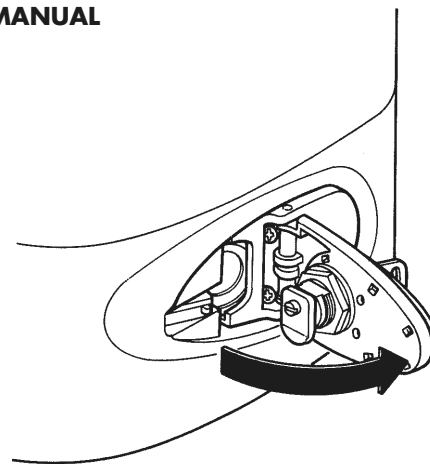

FIG. 3
3) Tirare a sé la maniglia agendo dapprima sulla chiave stessa fino a portarla perpendicolare al ROBO (Fig. 3).
3) Pull out the handle via the key until it is perpendicular to the ROBO (Fig. 3).
3) Tirer vers soi la poignée en agissant d'abord sur la clé proprement dite de manière à la placer perpendiculairement au ROBO (Fig. 3)
3) Den Griff an dem Schlüssel nach vorne ziehen, bis er senkrecht zu Robo steht (Abbildung 3).
3) Tirar hacia sí de la manilla, maniobrando primero con la misma llave hasta colocarla perpendicularmente al ROBO (Fig. 3).